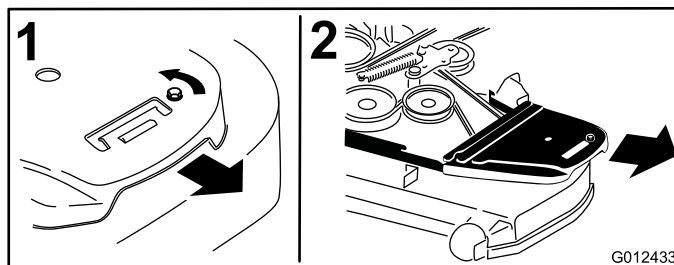

Figura 79
4. Rimuovete i paracinghia e i relativi bulloni (Figura 79).